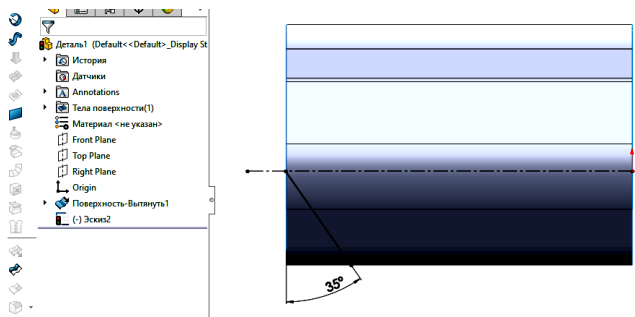
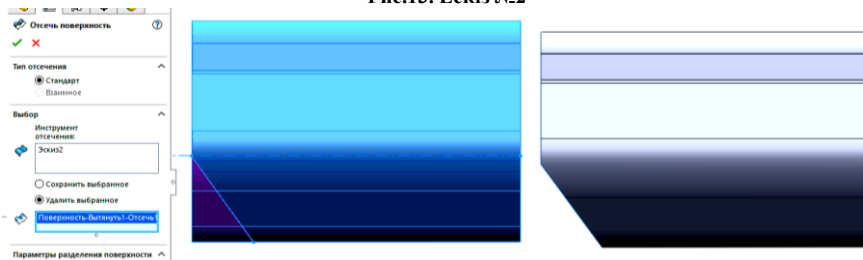

Рис.13. Ескіз №2
Рис.14. Операція *Відсікти поверхню* і результат
2. Виконуємо операцію *Поверхня – Витягнути*. Витягуємо поверхню на довжину 450мм. Далі виконуємо наступний ескіз на площині *Справа* (Рис.13) і використовуємо інструмент *Відсікти поверхню* (Рис.14).